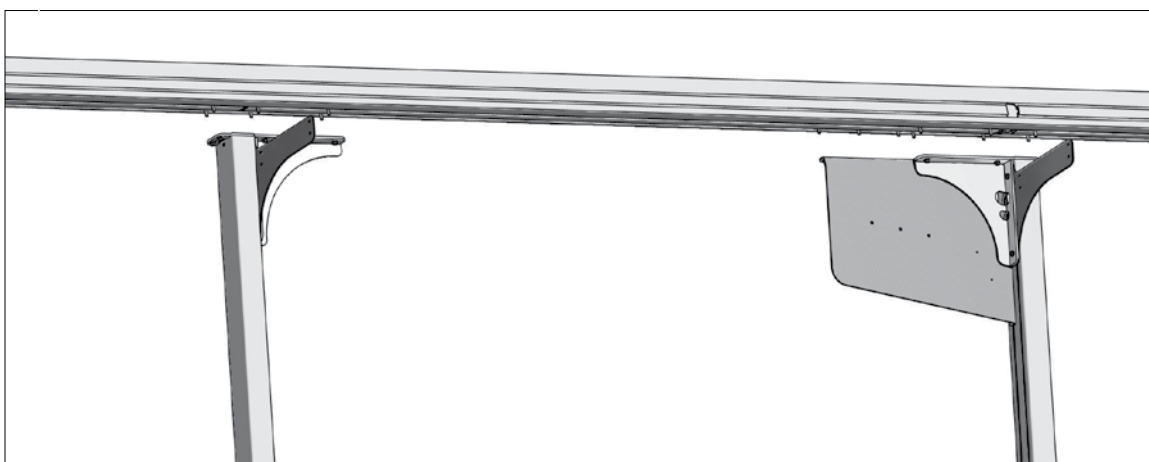

Abb. C2-10
- ▶ Hammerkopfschrauben (6 Stck./Aussteifungswinkel) an Tragprofilen einschieben. Falls das Wechselrichterblech eingebaut wird, sind zusätzlich 3 Hammerkopfschrauben in die äußere Nut einzuführen (s. Abb. C2-9). Stützen und Tragprofile verschrauben (Abb. C2-10), dabei müssen die Positionierlaschen in die Schlitze greifen.